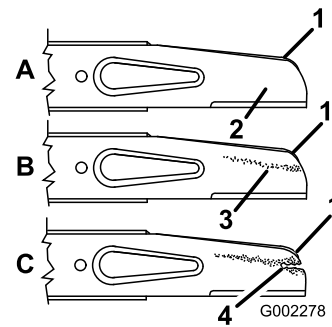

Figura 27
2. Retire o parafuso da lâmina, anilha, acelerador e lâmina (Figura 27).